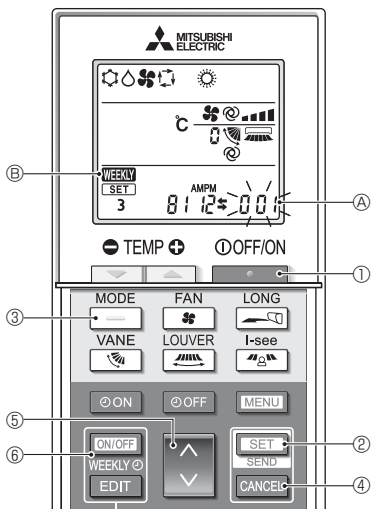

Fig. 4-12
### 4.12.8. Den Betrieb im Automatikmodus deaktivieren (Fig. 4-12)
1. Drücken Sie die **POWER**-Taste ①, um die Klimaanlage anzuhalten.
2. Wenn der Wochen-Timer aktiviert ist, drücken Sie die **ON/OFF WEEKLY**-Taste ⑥, um den Timer zu deaktivieren. (**WEEKLY** ⑥ verschwindet.)
3. Drücken Sie die **SET**-Taste ② 5 Sekunden lang.
4. Das Gerät ruft den Funktionseinstellungsmodus auf. (Die Gruppenmodelleinstellungsnummer ① blinkt.)
5. Drücken Sie die **UP**-Taste ④.
7. Abschließen der Einstellungen (Fig. 4-12)